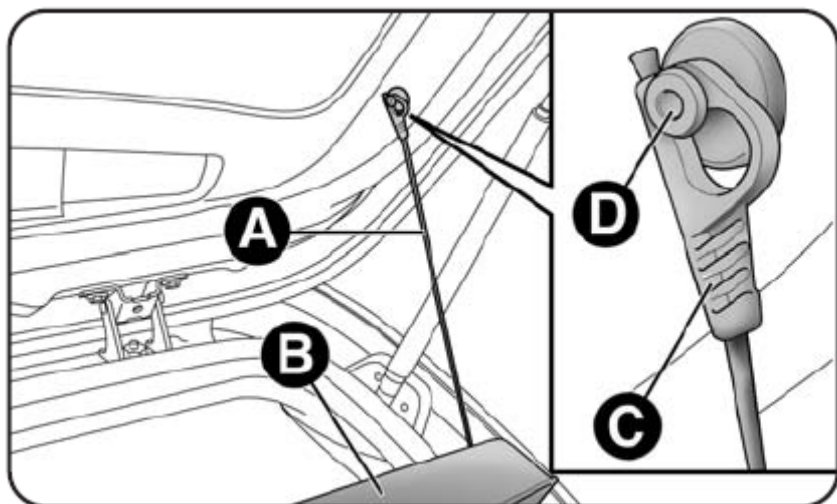

Рис. 62
- освободить верхние концы двух тяг **A** - **рис.62**, крепления полки **B**, сняв петли **C** со штырей **D**; Полностью опустить подголовники заднего сиденья;